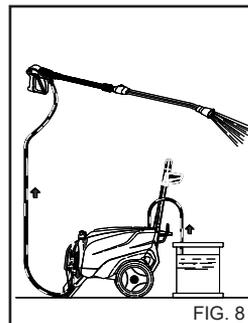

FIG. 8
Efter användning av rengöringsmedlet måste kemikalieinledningen spolas ur med rent vatten (fig. 8).
- 1) Efter användning med rengöringsmedel ska högtrycksvatten-systemet sköljas ordentligt. Låt pumpen vara igång i 1 minut. Doseringskranen ska vara stängd. (fig. 8).
4) Efter användning med rengöringsmedel ska högtrycksvattensystemet sköljas ordentligt. Låt pumpen vara igång i 1 minut. Doseringskranen ska vara stängd.(fig. 8).